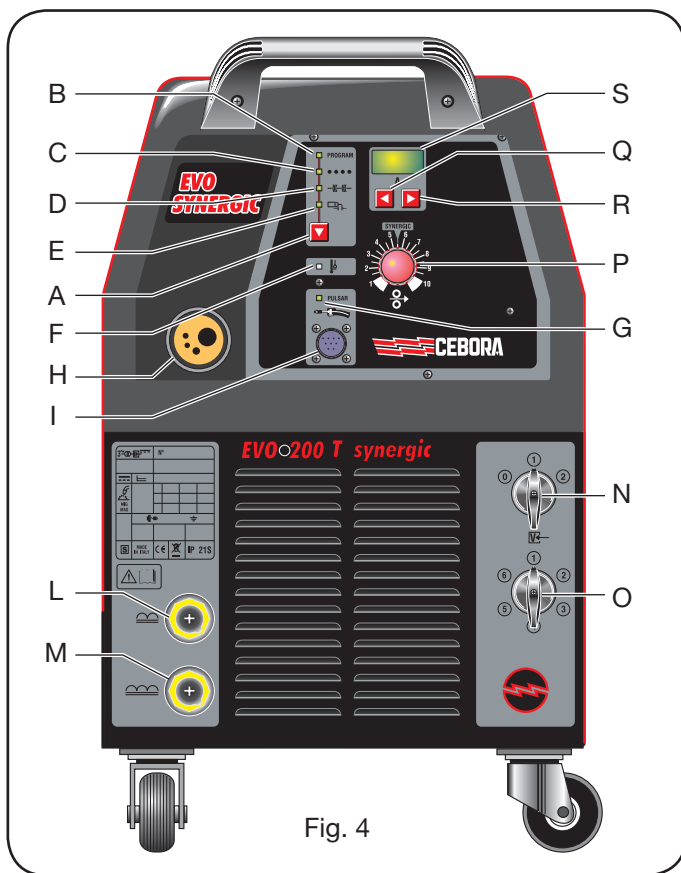

Fig. 4
**4.2 EVO SYNERGIC (Fig. 4).**